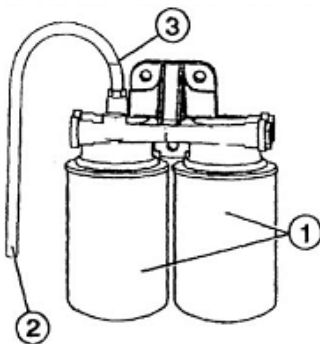

Рис. 11. Прокачка топливной системы:
1. Отвернуть сменные фильтрующие элементы 1 (рис. 11).